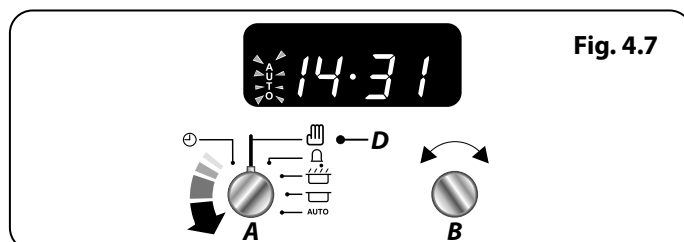

Fig. 4.7
4. Une fois la durée spécifiée écoulée, une alarme est émise et le four multifonction s'arrête de fonctionner. Le symbole « Cuisson » disparaît de l'affichage et le mot « AUTO » se met à clignoter (Fig. 4.7).
5. Lors de votre retour, remplacez le bouton du Programmeur (A) sur la position Manuel (D) pour revenir au mode de cuisson manuel (Fig. 4.7).